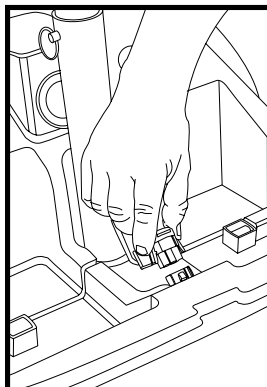

Figure 16. Câble avant/arrière
7. Débranchez le câble gris qui relie la console du guidon au module électronique à l'arrière. **Voir la figure 16.**